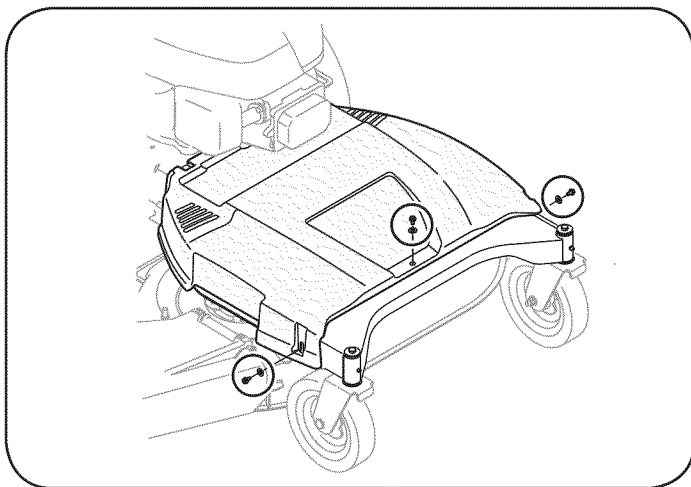

Figura 14
2. Quite los tres tornillos y arandelas que sostienen la tapa al marco, la Figura 14.